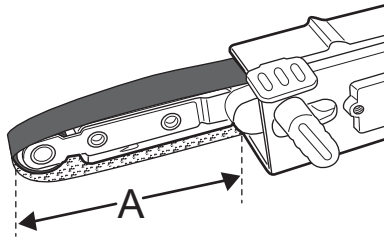

Fig. 21
**ADVERTENCIA!** Utilice siempre la parte frontal (rango "A") de la banda lijadora para lijar la pieza de trabajo (Fig. 21).